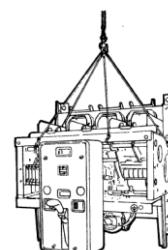

Fig. 1-5
- 8) ATTENZIONE: IN QUESTA FASE L'INTERRUTTORE POTREBBE CADERE. ASSICURARLO AD UN CARRELLO DI SOLLEVAMENTO PRIMA DI PROCEDERE (fig. 1-5).
- 8) WARNING: THE CIRCUIT-BREAKER COULD DROP DURING THIS OPERATION. FASTEN IT TO A LIFTING TRUCK BEFORE PROCEEDING (fig. 1-5).
- 8) ACHTUNG: IN DIESER PHASE KÖNNTE DER LEISTUNGSSCHALTER FALLEN. BEVOR MAN MIT DER ARBEIT BEGINNT, IST ER AN EINEM GABELSTAPLER ZU VERANKERN (fig. 1-5).
- 8) ATTENTION: DANS CETTE PHASE LE DISJONCTEUR POURRAIT TOMBER. LE FIXER A UN CHARIOT DE LEVAGE AVANT DE CONTINUER (fig. 1-5).
- 8) ATENCIÓN: EN ESTA FASE EL INTERRUPTOR PODRÍA CAERSE. SUJETARLO CON UN CARRO DE ELEVACIÓN ANTES DE CONTINUAR (fig. 1-5).